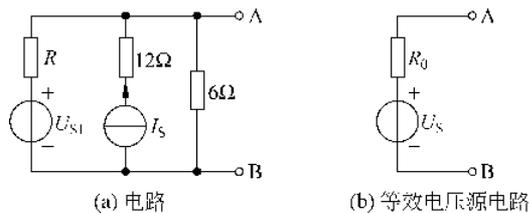

图 1-15 练一练电路图
**练一练：**图 1-15(a)所示有源线性二端网络的等效电压源电路如图 1-15(b)所示。已知图 1-15(b)中的  $R_0 = 3$ ，那么图中的  $R$  值是多少？